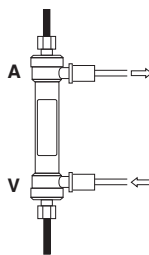

Fig.5 / Abb. 5 / Εικ. 5
- Sluit de dialysaatlijnen aan op de dialysaatpoorten zodat het dialysaat in tegenstroom met de bloedstroom stroomt. Verwijder eventuele luchtballen en spoel de dialysaatzijde met dialysaat dat stroomt met ongeveer 500 ml/mm. (Fig. 5) Laat het dialysaat minstens 5 minuten stromen. Vermijd ultrafiltratie tijdens deze procedure.